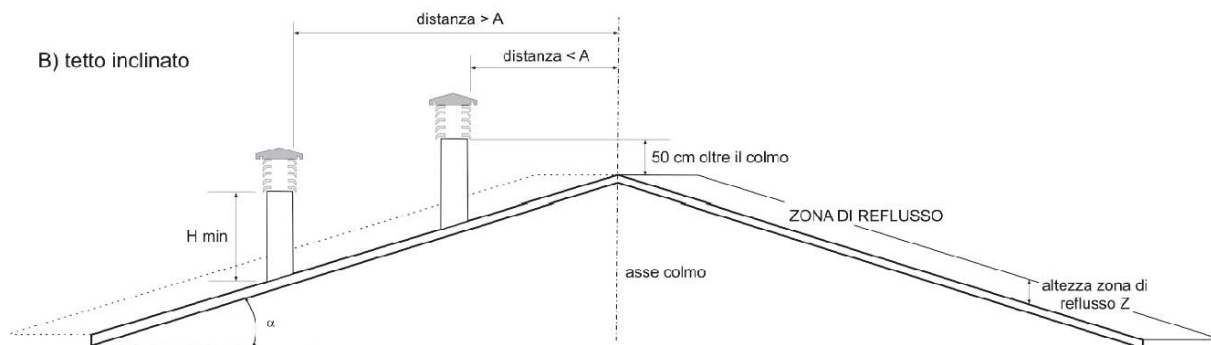

Fig.8
- deve essere posizionato in modo da garantire un'adeguata dispersione e diluizione dei prodotti della combustione e comunque al di fuori della zona di reflusso. Tale zona ha dimensioni e forme diverse in funzione dell'angolo di inclinazione della copertura, per cui risulta necessario adottare le altezze minime riportate in fig.7 e in fig.8.
- Il comignolo dovrà essere del tipo antivento e superare l'altezza del colmo (fig.7 e fig.8).